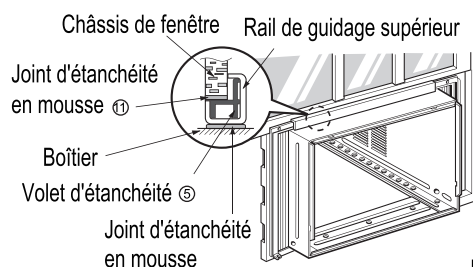

Fig. 2
2. Abaissez le châssis inférieur à l'arrière du rail de guidage supérieur jusqu'à ce qu'ils fassent (Fig. 2)